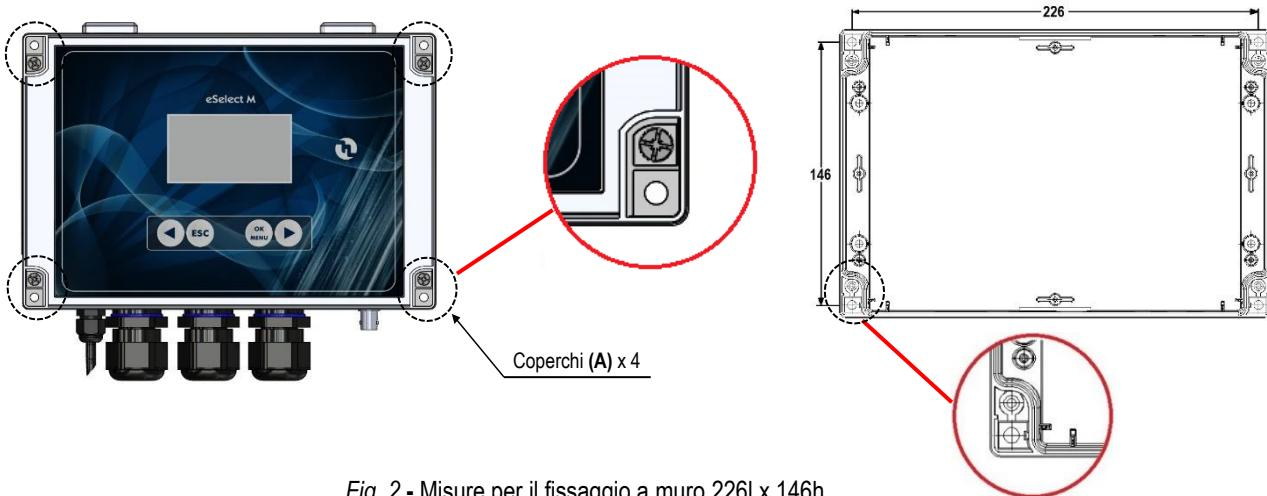

Fig. 2 - Misure per il fissaggio a muro 226l x 146h
Rispettare le norme in vigore nei diversi paesi per quanto riguarda l'installazione elettrica (Fig. 2). Se il cavo di alimentazione è privo di spina elettrica, l'apparecchiatura deve essere collegata alla rete di alimentazione tramite un interruttore onnipolare sezionatore avente una distanza minima tra i contatti di mm. 3. Prima di accedere ai dispositivi di collegamento, tutti i circuiti di alimentazione debbono essere interrotti.
Per accedere ai 4 fori di montaggio, rimuovere le chiusure sui punti di montaggio (A) che si trovano su ciascun angolo dello strumento, svitare con un giravite a croce le quattro viti poste al di sotto delle chiusure, per aprire poi il pannello frontale (vedi Fig.2).